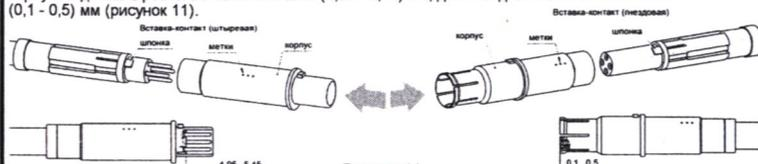

Рисунок 11
3.4 Установить собранный пакет в корпус до упора, совместив шпонку переднего изолятора с внутренним пазом корпуса (на расположение пазы указывают ориентирующие метки, нанесенные на наружную поверхность корпуса). Правильность установки контролируют измерение указанных размеров. При контроле обеспечить поджатие втулки к корпусу. Величина утопления изоляторов относительно корпусов: для штыревой вставки-контакта (4,95 - 5,45) мм, для гнездовой вставки-контакта (0,1 - 0,5) мм (рисунок 11).